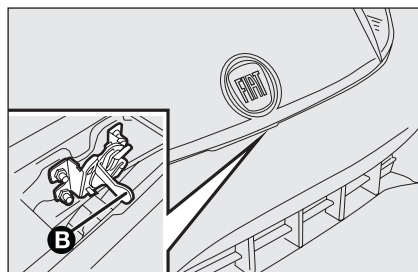

fig. 86
- agir sur le levier **B-fig. 86** et soulever le coffre;